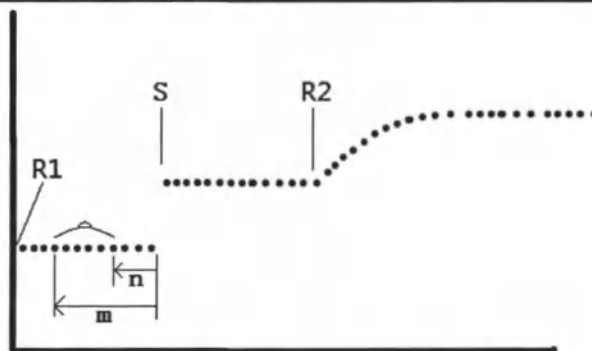

Рисунок 78 – Перед добавлением пробы
В целом существует четыре настройки в расширенном режиме (обсуждается только один реагент или двойной реагент), при этом добавляется точка пробы и добавляется точка R2 в качестве узлов, как показано на рис. 78, диапазон выбора контрольных проб делится на три части: A, B и C.
1) Настройка первой контрольной пробы, проба (S) устанавливается в качестве узла, необходимо выбрать **Before Adding Sample** (Перед Добавлением Пробы) в качестве пустого интервала, как показано на рис. 78, S - добавление точки пробы, поглощающая способность контрольной пробы соответствует среднему поглощению от точки n до точки m .